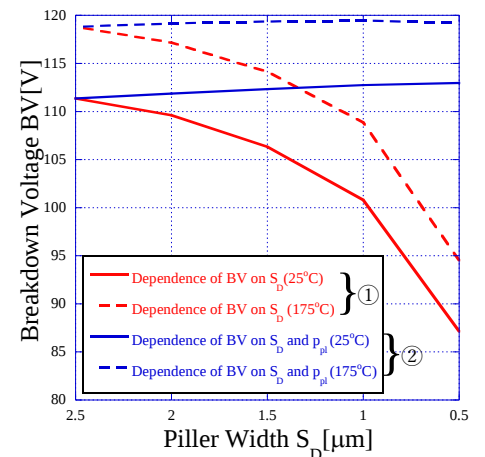

図3 25°C と 175°C での耐圧の比較
図3に、 25°C と 175°C での耐圧を示す。 25°C での①と②の場合の耐圧を比較する。①については、ピラー幅 S_D を $2.5 [\mu\text{m}]$ から $0.5 [\mu\text{m}]$ まで縮小した場合、耐圧は $111 [\text{V}]$ から $87 [\text{V}]$ 程度まで低下している。これはスーパー接合による J_2 接合のコーナー部の電界緩和の効果が、ピラー幅縮小により低下するためである。一方、②については、ピラー幅を縮小しても、耐圧はほぼ一定であり、①のような耐圧低下は生じない。これは、p ピラー幅の縮小に合わせて p ピラー不純物密度を増加させることにより、空乏層が n_b 領域に拡がり、 J_2 接合コーナー部の電界を緩和させたものと考えられる。また、 175°C の場合を比較すると 25°C の時のグラフより耐圧が上昇している。これは、アバランシェ降伏によるものである。